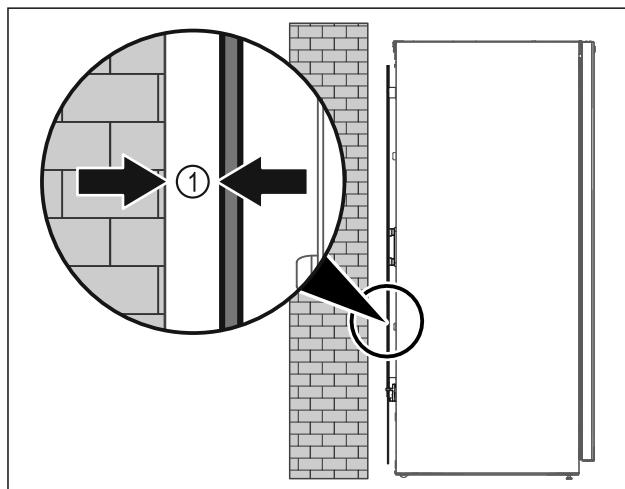

Fig. 6
- ▶ Uređaj je moguće postaviti ili slobodno u prostoriji ili izravno na zid na najmanjoj udaljenosti od 5 mm Fig. 6 (1).